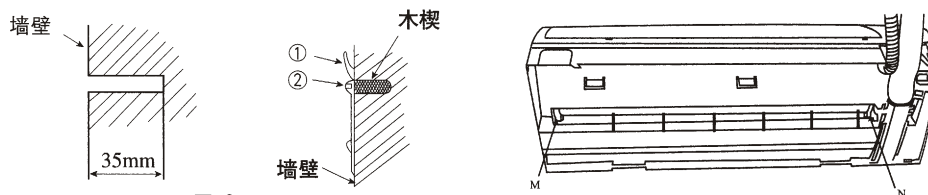

图 3
- (1) 如图 3 所示在墙上钻一个孔，并用螺钉和相配的木楔把安装板牢固安装。